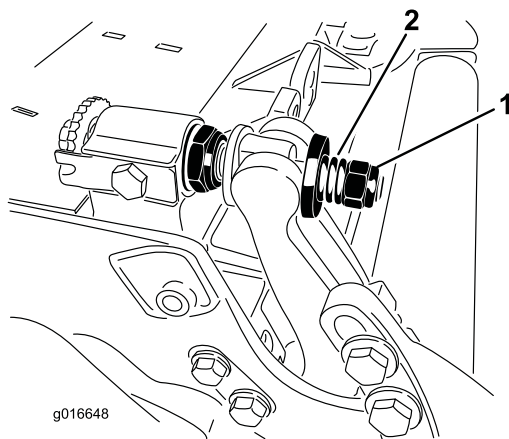

Figura 29
3. Aperte a porca da mola tensora até que a mola fique recolhida; em seguida, desaperte meia volta (Figura 29).
10. Aperte a porca em cada conjunto de ajustador da barra de apoio até que a mola de compressão esteja totalmente comprimida e, em seguida, desaperte a porca 1/2 volta (Figura 29).